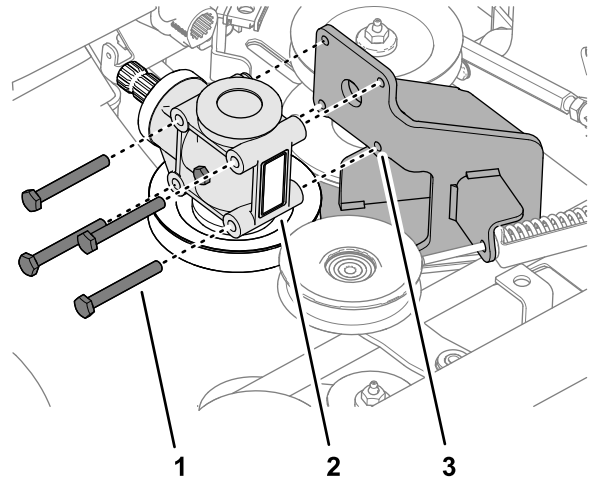

Bild 118
2. Entfernen Sie die vier Schrauben, mit denen das Mähwerkgetriebe an der Getriebestütze befestigt ist (Bild 118).
1. Fluchten Sie die Löcher im Mähwerkgetriebe mit den Löchern in der Getriebestütze aus, siehe Bild 118 in Entfernen des Getriebes \(Seite 85\).